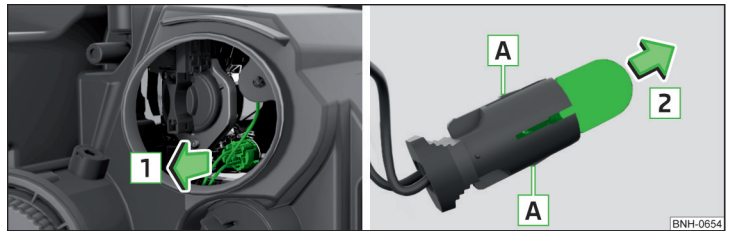

Abb. 266 Glühlampe für Standlicht wechseln
- › Die Fassung mit der Glühlampe mit Wackelbewegungen in Pfeilrichtung **1** » Abb. 266 herausziehen.